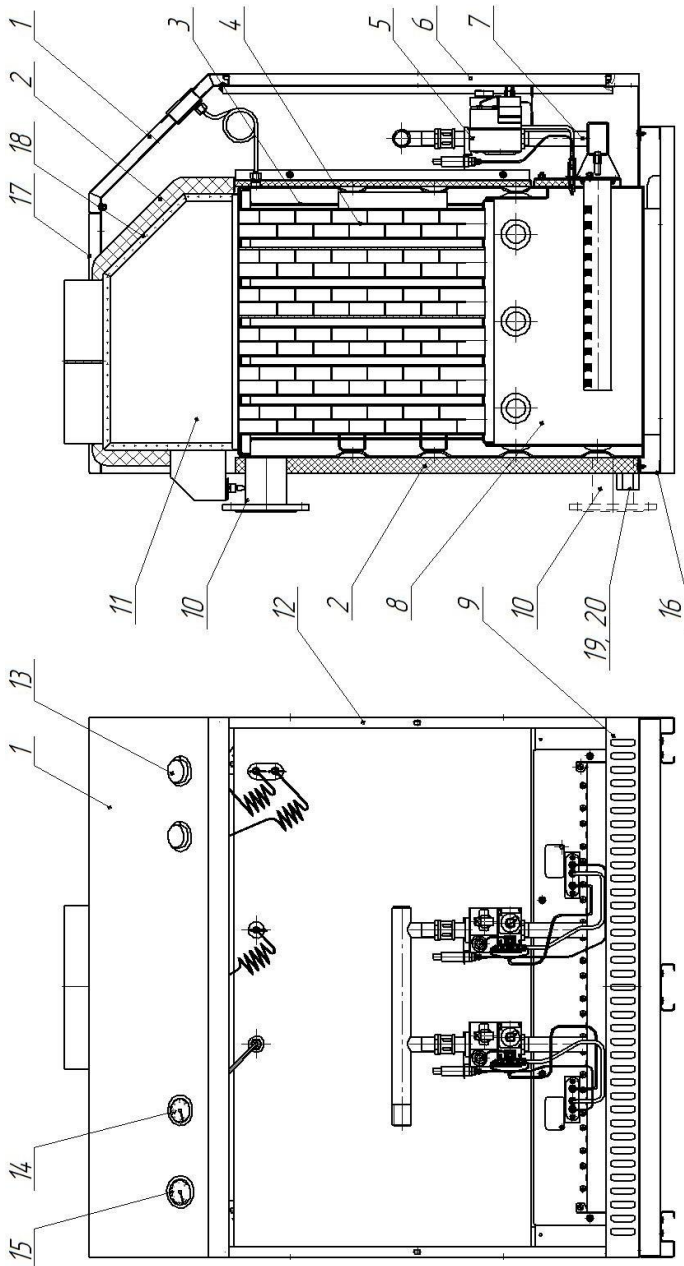
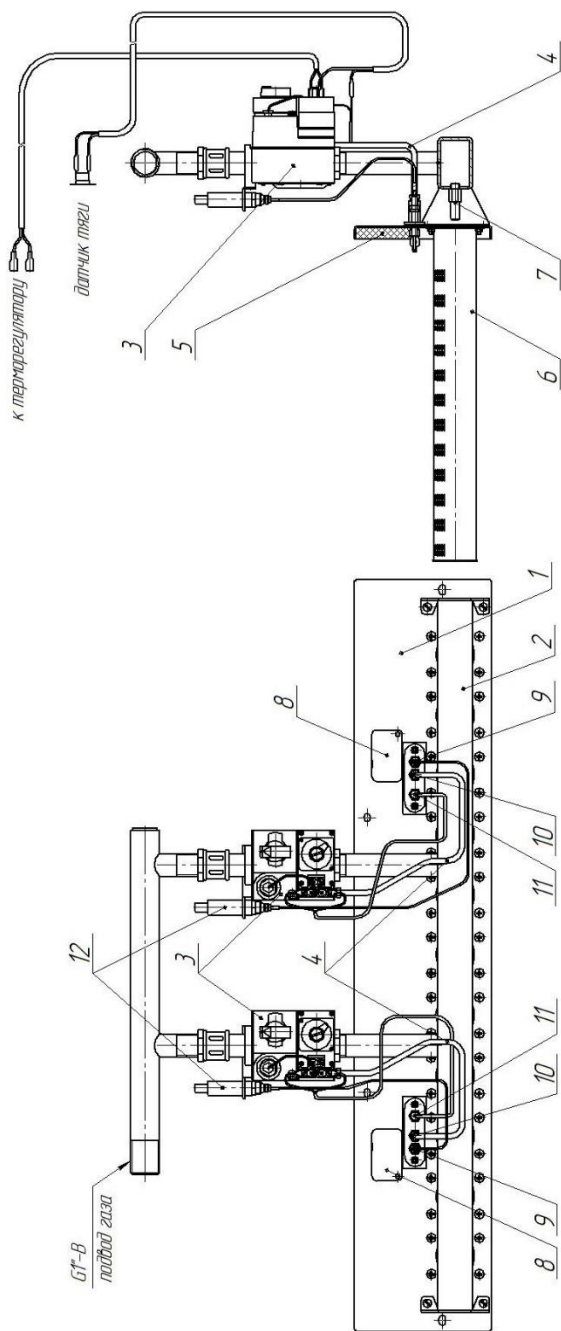

Рис.1 Устройство котла
Рис.2 Устройство горелки котла
4.2. Нагрев теплоносителя производится путем эффективного сжигания природного газа с помощью горелки оборудованной автоматикой безопасности (рис.2).
5.1. Котел выполнен в виде напольного шкафа прямоугольной формы. Лицевая сторона закрыта дверкой (поз.6 рис.1) обеспечивающей доступ к горелке для обслуживания. Теплообменник (поз.3 рис.1) представляет собой прямоугольный блок с вертикальными каналами, каждый канал омывается теплоносителем. Теплообменник сообщается с водоохлаждаемой топкой (поз.8 рис.1). В топке размещается газогорелочное устройство (поз.7 рис.1), позволяющее получить газозвоздушную смесь и качественно её сжечь. На панели горелки (поз.1 рис.2) закреплены газораспределитель (поз.2 рис.2) с соплами и газовым клапаном (поз.3 рис.2), с внутренней стороны изоляция и газогорелочные трубы – насадки (поз.6 рис.2), над ними датчик пламя и электрод розжига. Горячие продукты сгорания под воздействием разрежения в дымоходе котла поднимаются через вертикальные каналы и нагревают
теплоноситель, который циркулирует по системе отопления. Чтобы увеличить отдачу тепла и КПД в каждый канал установлен турбулизатор (поз.4 рис.1). В нижней части котла имеется воздухозаборник (поз.9 рис.1). Корпус котла обложен с четырёх сторон утеплителем и облицован металлическими панелями. Облицовочные панели перед установкой покрывают защитно-декоративным покрытием.
- 5.2. Под крышкой (поз.17 рис.1) Расположен дымоход, (дымовая камера) задняя часть которого открыта снизу, что позволяет свободно проникать в дымовую камеру, а затем в трубу дымоотводящего канала порции воздуха, который разбавляет отходящие продукты сгорания, уменьшая их температуру. При этом происходит снижение разрежения в трубе дымоотводящего канала, следовательно, и в топке котла. Указанный вход в дымовую камеру выполняет функции тягостабилизатора. Здесь же установлен датчик тяги. Датчик следит за повышением температуры отходящих газов, что вызывает уменьшение или исчезновение разрежения в дымовой камере.
- 8.11. При первом заполнении системы по показанию манометра (поз.15 рис.1) наберите давление 0,05-0,1 МПа, при работе и нагреве котла это число возрастет.
10.6. Подержите рукоятку газового клапана в нажатом положении около минуты, чтобы термогенератор (поз.7 рис.1) был прогрет и смог удержать предохранительный клапан пилотной системы в открытом состоянии. Отпустите рукоятку, пилотная горелка должна гореть. Если произошло затухание, то поверните рукоятку по часовой стрелке в положение OFF, повторите пункты 10.3, 10.4, 10.5.
10.9. Установить поворотом ручки терморегуляторов (поз.13 рис.1) требуемое значение температуры воды, её отслеживайте по показаниям термометра (поз.14 рис.1).